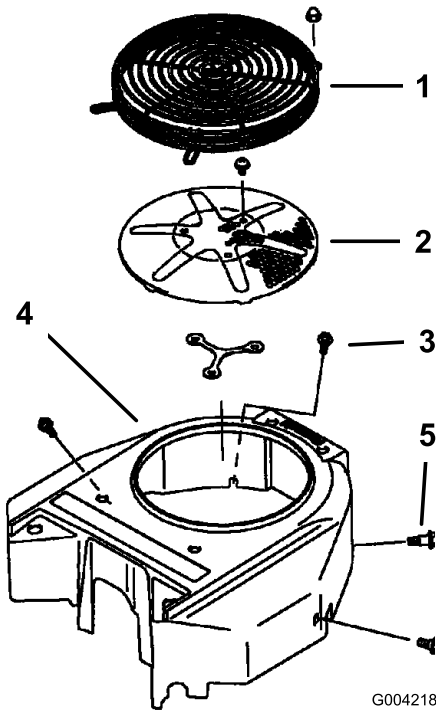

Figure 59
Avant chaque utilisation, enlevez l'herbe, les saletés et autres débris éventuellement accumulés sur la grille du moteur. Cela permet d'assurer un refroidissement et un régime moteur corrects, et réduit les risques de surchauffe et de dommages mécaniques au moteur (Figure 59).
3. Retirez la grille d'entrée d'air, le lanceur et le carter du ventilateur (Figure 59).
5. Reposez la grille d'entrée d'air, le lanceur et le carter du ventilateur (Figure 59).